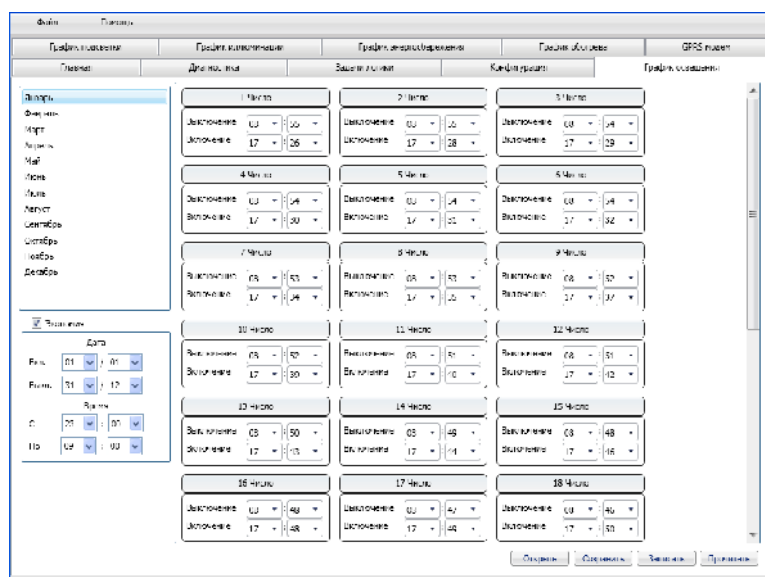

Рисунок 13
2.3.5 В окнах «График освещения», «График подсветки», «График иллюминации» задаются время выключения/включения по дням и месяцам года (рисунок 13). В левой верхней части окна перечислены месяцы года. Кликая по ним, справа отображается график для каждого числа этого месяца.
Также имеется возможность, к основному графику добавить график «Экономия». Он задается на определенный период года. Чтобы добавить график «Экономия», необходимо поставить флаг в графе «Экономия». В появившейся области редактирования следует установить период, в котором будет применена экономия: выбрать дату включения режима экономии и дату выключения (число/месяц). Тоже сделать со временем: время включения/выключения режима экономии – это фактическое время отключения канала. В указанный диапазон дат экономия будет осуществляться на выбранном промежутке времени (рисунок 13).